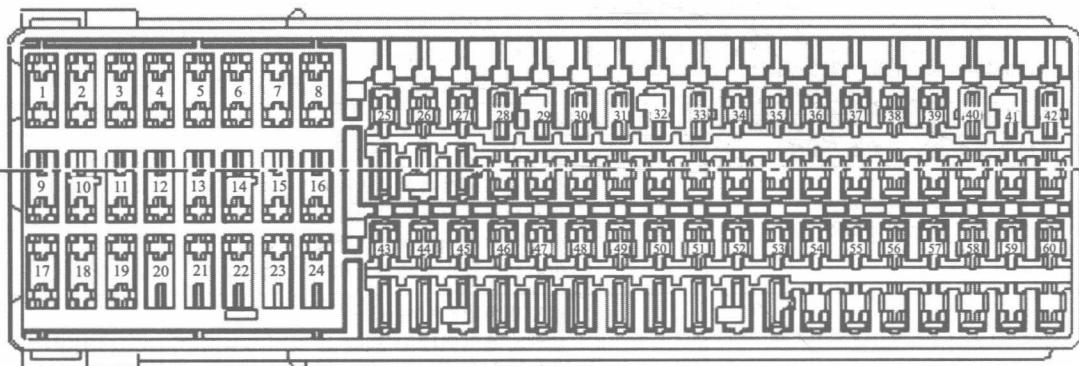

图 1-10 熔断器 SC 分布
① 仅限配备双离合器变速箱(DSG)的车辆。
③ 熔断器 SC 分布见图 1-10。